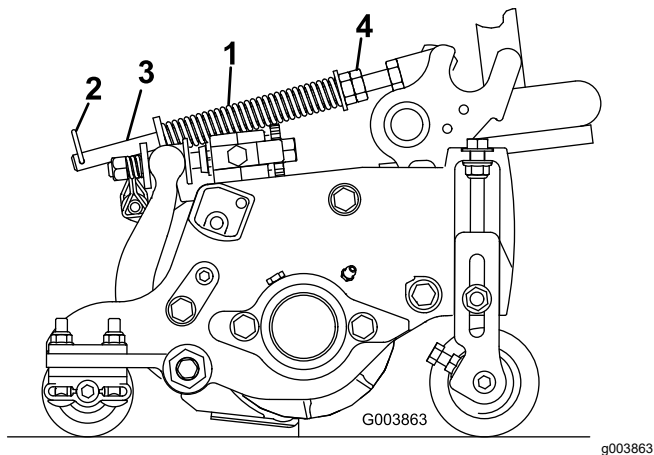

Figura 21
A mola de compensação de relva (Figura 21) transfere peso do cilindro dianteiro para o cilindro traseiro. (Isto ajuda a reduzir o efeito ondulado na relva, também conhecido como ondulação ou “bobbing”.)
1. Certifique-se de que o contrapino do gancho está instalado no orifício traseiro na haste da mola (Figura 21).
2. Aperte as porcas sextavadas na extremidade dianteira da haste da mola até que o comprimento da mola em compressão seja de 15,9 cm (Figura 21).